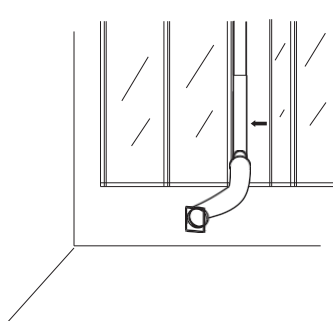

Fig. 7
8. Installera frånluftskanalen, fönstersatsen och tillbehören på fönstret, stäng sedan fönstret enligt pilens riktning i ritningen i fig. 7 för att trycka fast fönstersatsen ordentligt.